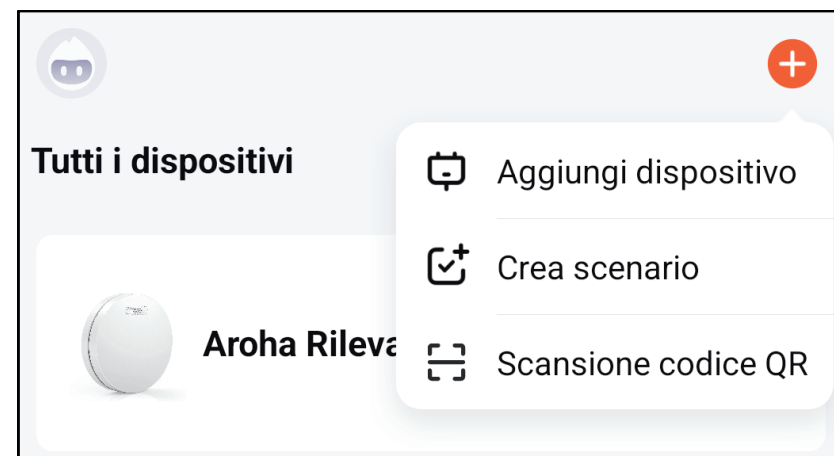

Figura 1: aggiungi dispositivo nell'app
**Passaggio 5:** fai clic sul "+" nell'angolo in alto a destra della schermata iniziale dell'app. Quindi scegli "**Aggiungi dispositivo**", come vedi nella Figura 1. L'app ora cercherà automaticamente i dispositivi che sono in modalità di accoppiamento. Segui i passaggi descritti nell'app.